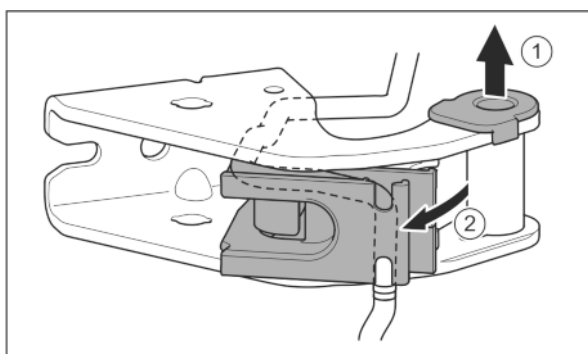

Fig. 29
- ▶ Опорную втулку вывести из направляющей. Fig. 29 (1)
- ▶ Отвести в сторону держатель кабеля. Fig. 29 (2)